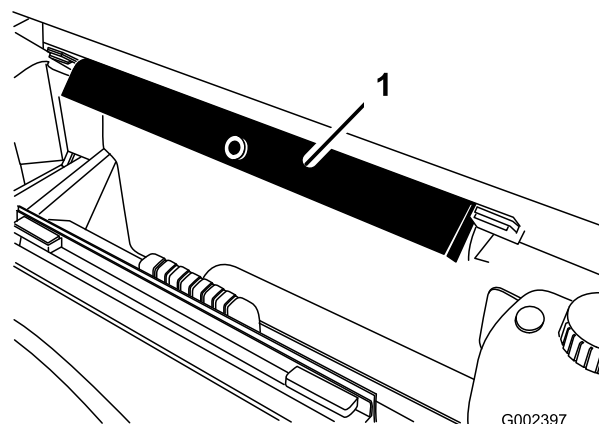

Figura 11
- Staccate il supporto del pianale dalle staffe su cui è riposto, sulla parte posteriore del pannello del sistema ROPS (Figura 11).